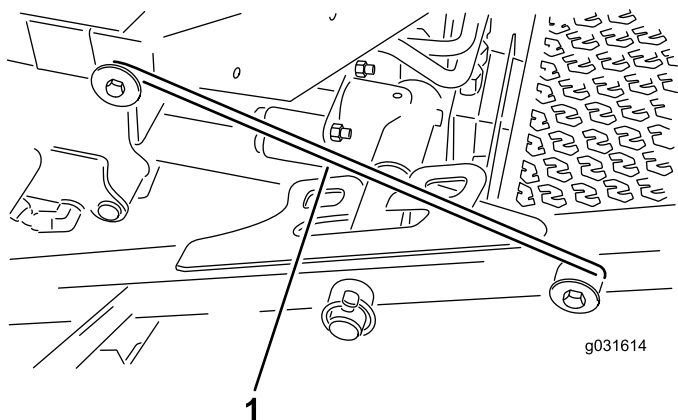

Рисунок 31
4. Отсоедините шток защелки от переднего держателя несущей рамы (Рисунок 31).
5. Поднимите наружную часть передних режущих дек и установите защелку на штифт рамы, смонтированный в передней части платформы оператора (Рисунок 31).